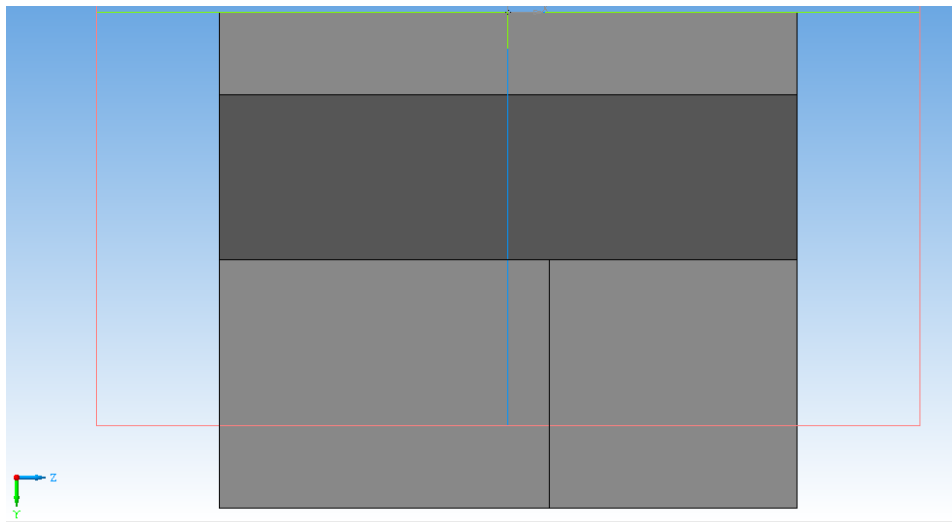

Рисунок 13.29 – Вид перевернутой детали.
15. Выберите Эскиз. Деталь перевернулась (рисунок 13.29).